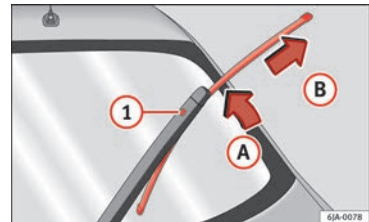

Fig. 70 Escobilla del limpialuneta.
- Retire el brazo del limpialuneta desde el cristal moviendo ligeramente la escobilla en el sentido del brazo – flecha A » fig. 70.
- Con la otra mano desbloquee el seguro ① y saque la escobilla en el sentido de la flecha B.